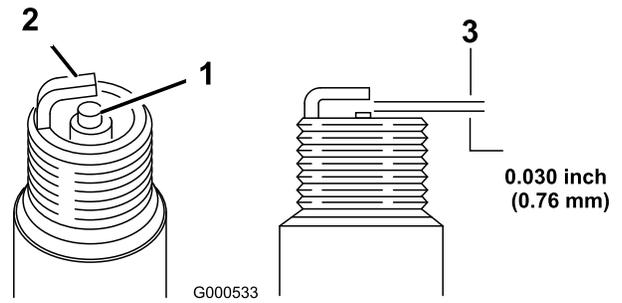

Figura 25
11. Ajuste el espacio entre los electrodos a 0.76 mm (0.030"), según se muestra en Figura 25.